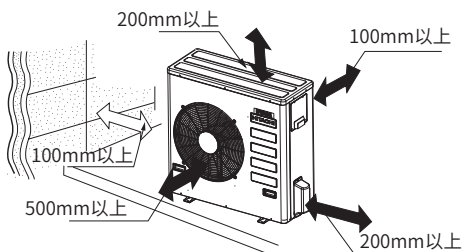

图12-2
(1) 安装场所必须满足如下要求：
- 确定机器四周留有充分空间，并尽可能地远离障碍物，以便操作和维修，见图12-2。